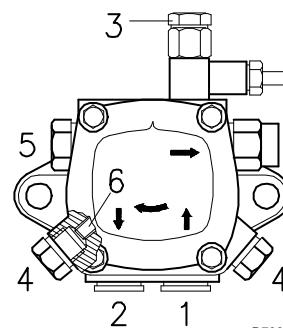

Fig. 21
6.3 Pompa (Fig. 21)
- perché la pompa possa autoinnescarsi è indispensabile allenare una delle viti 3) (Fig. 21) della pompa per sfidare l'aria contenuta nel tubo di aspirazione.
Per variare la pressione della pompa agire sulla vite 5) (Fig. 21 pag. 18).